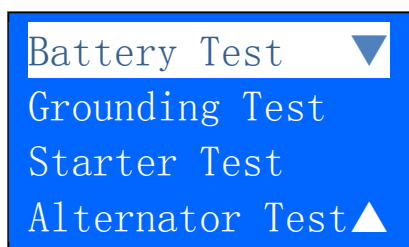

Abbildung 42
3. Nachdem Sie Ihre Wahl „Chronik löschen“ oder „Neuen Test fortführen“ getroffen haben, wird Ihnen folgendes angezeigt (Abb. 42):